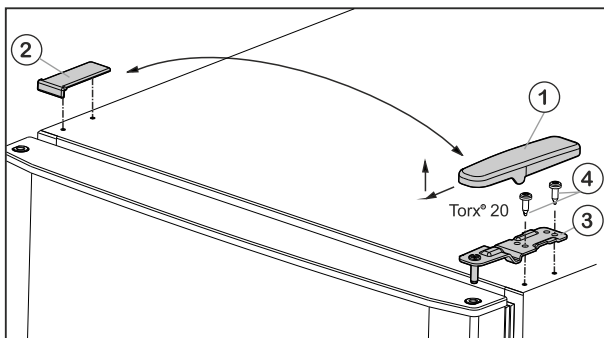
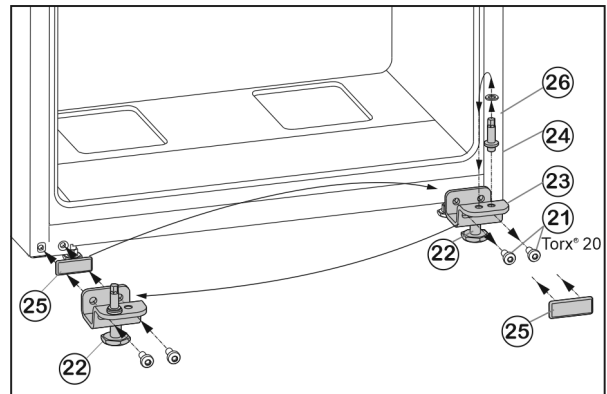

Fig. 5
Fig. 7
- ▶ Потяните крышку Fig. 5 (1) вперед и вверх.
- ▶ Снимите крышку Fig. 5 (2).
- ▶ Открутите верхний опорный кронштейн Fig. 5 (3) (2 шт. Torx® 20) Fig. 5 (4) и вытяните вверх.
- ▶ Открутите крепежные винты Fig. 7 (21).
- ▶ Снимите нижний опорный кронштейн Fig. 7 (23) вместе с опорным пальцем Fig. 7 (24), шайбой Fig. 7 (26) и регулируемой опорой Fig. 7 (22).
- ▶ Открутите опорный палец Fig. 7 (24) вместе с шайбой Fig. 7 (26) и, переставив в отверстие на противоположной стороне опорного кронштейна, снова прикрутите.
- ▶ Аккуратно снимите защитную пластину Fig. 7 (25) и переставьте ее на противоположную сторону.
- ▶ Прикрутите нижний опорный кронштейн Fig. 7 (23) вместе с опорным пальцем Fig. 7 (24), шайбой Fig. 7 (26) и регулируемой опорой Fig. 7 (22) с другой стороны шарнира (с моментом 4 Нм), при необходимости используйте аккумуляторный шурупверт.
- ▶ Установите нижнюю дверцу сверху на опорный палец Fig. 7 (24).
- ▶ Вставьте средний опорный кронштейн (13) с поворотом на 180° в нижнюю дверцу и прикрутите с помощью крепежных винтов (11) (2 шт. Torx® 20) на новую сторону шарнира (с моментом 4 Нм).
- ▶ Снова установите пластиковую шайбу (10).
- ▶ Установите верхнюю дверцу на средний опорный кронштейн (13).
- ▶ Установите верхний опорный кронштейн Fig. 5 (3) на новой стороне шарнира и защелкните в дверце.
- ▶ Привинтите верхний опорный кронштейн (с моментом 4 Нм) (2 шт. Torx® 20) Fig. 5 (4). При необходимости используйте аккумуляторный шурупверт.
- ▶ Наденьте и защелкните крышку Fig. 5 (1) на противоположной стороне снаружи.
- ▶ Также наденьте сверху и защелкните крышку Fig. 5 (2) на противоположной стороне.
- ▶ Выверните регулируемую опору Fig. 7 (22) на нижнем опорном кронштейне Fig. 7 (23) до ее соприкосновения с полом.